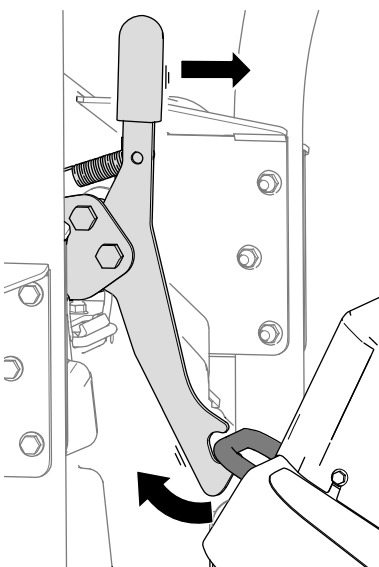

Figura 41
1. Eliberai elementul de fixare al unității de tăiere din suportul de legare (Figura 41) rotind unitatea de tăiere ușor în față (consultai Figura 39) i trăgând spre față mânerul elementului de fixare.